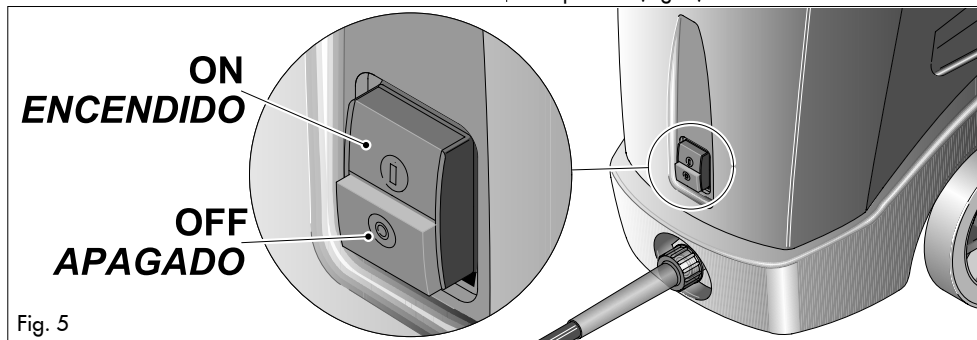

Fig. 5
- 8 Press the ON/OFF button to start pressure washer (Fig. 5)
- 8 Presione la tecla Encendido/Apagado (ON/OFF) para poner en marcha la máquina de lavar a presión. (Fig. 5)